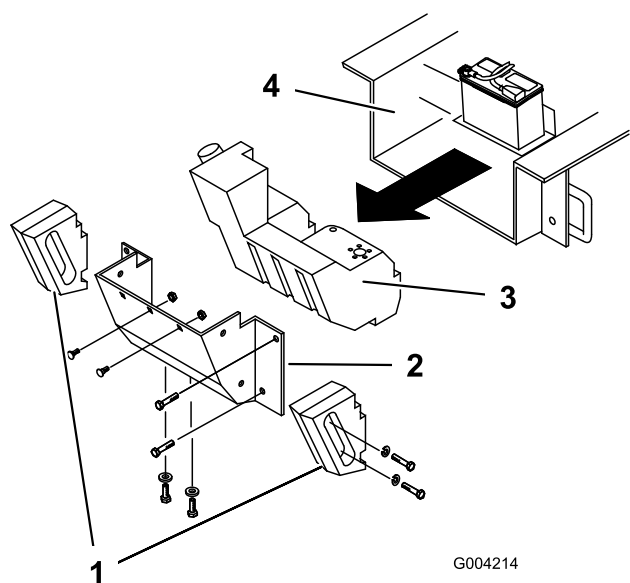

Рисунок 57
выполните следующую процедуру (см. Рисунок 57 на протяжении всей процедуры):
4. Снимите болты, шайбы и стопорные шайбы, которые крепят два боковых груза; снимите грузы (Рисунок 57).
7. Снимите шесть гаек и болтов крепления задней панели; снимите панель (Рисунок 57).
9. Сдвиньте топливный бак назад (Рисунок 57).
16. Вставьте в шасси часть топливного бака (Рисунок 57).
22. Поставьте на место заднюю панель и закрепите ее шестью снятыми ранее болтами и гайками (Рисунок 57).
24. Установите боковые грузы и закрепите их снятыми ранее болтами, шайбами и стопорными шайбами (Рисунок 57).